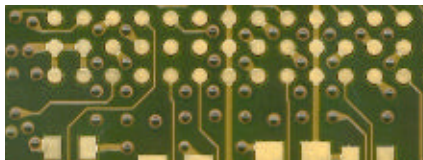

BILD 3: Vias mit Viasfüller geschlossen
**Wir haben ein Verfahren entwickelt, mit dem es möglich ist Vias vor der Lötstoppapplikation sicher bis zu einem Lochenddurchmesser von 0,45mm (unter bestimmten Bedingungen bis zu 0,55mm) vakuumdicht zu schließen. Im Bild 3 kann man sehen, dass die Vias komplett plan zur Leiterplattenoberfläche geschlossen sind und keine Erhebungen aufweisen.**